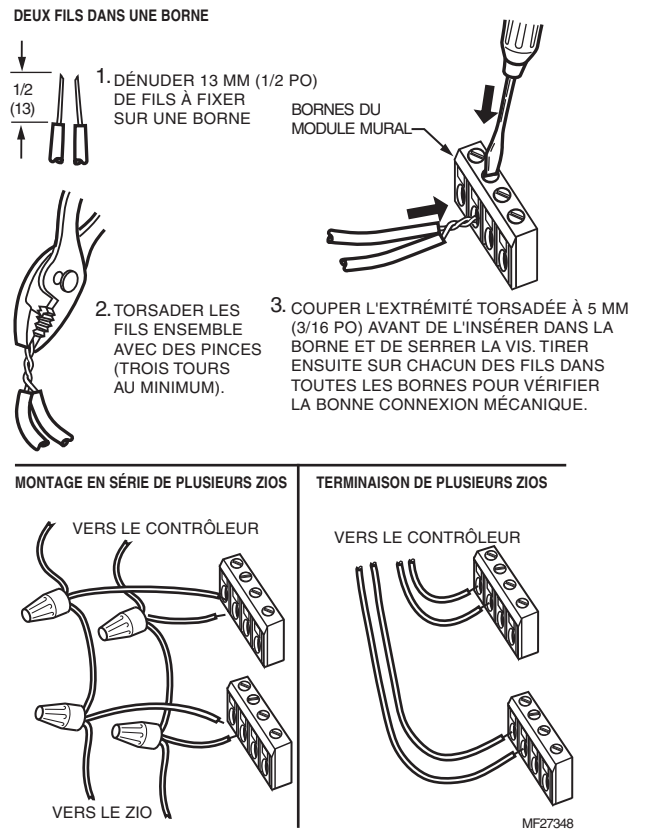

Fig. 5. Options de câblage de multiplage TR40/42.
1. Pour les fils simples, dénuder 5 mm (3/16 po) ; pour les fils multiples entrant dans une borne, dénuder 13 mm (1/2 po) d'isolant du conducteur. Voir en Fig. 5 le câblage de plusieurs TR40/42.